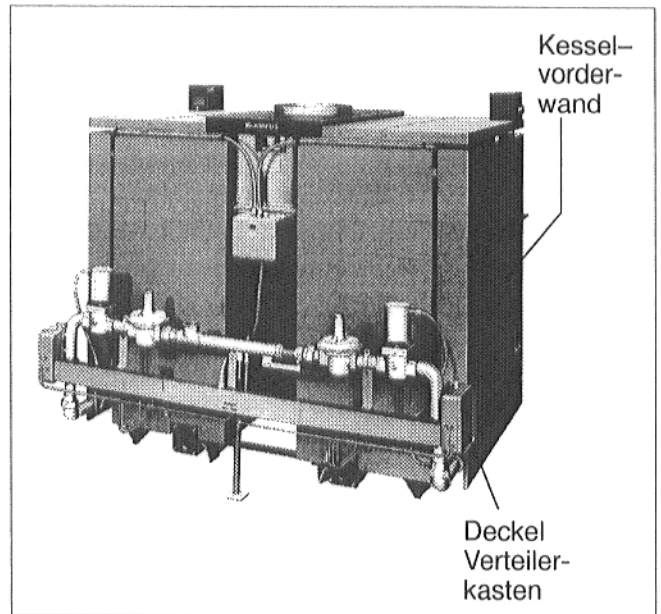

Abb.1: Kessel 34
- Kesselvorderwand anheben und abnehmen (Abb.1).